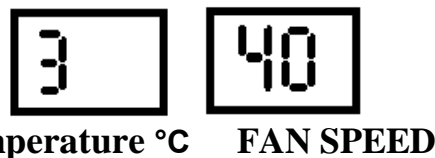

Рисунок 6 – Встановлення температури вмикання насоса
- за допомогою кнопок 1 та 2 вибрати пункт меню «3» і виставити температуру включення за допомогою кнопок 3 і 4. При цьому на індикаторі «2» буде відображатися поточне значення температури, рисунок 6;